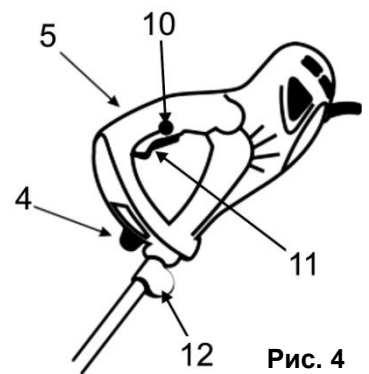

Рис. 4
- Нажмите на боковую кнопку блокировки случайного пуска (10) (См. Рис.4). Она расположена чуть выше пусковой клавиши (11) и имеет круглую форму.
- При нажатой кнопке блокировки, нажмите пусковую клавишу (11) (См. Рис.4) – триммер включится.